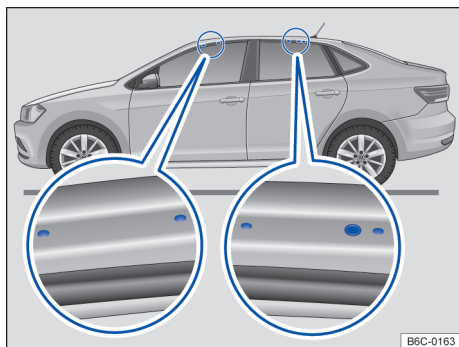

Fig. 120 Pontos de fixação dos suportes de base do bagageiro do teto (ambos os lados).
Os furos ou marcações dos pontos de fixação dos suportes de base ficam visíveis com a abertura das portas (dianteiras e traseiras) do veículo e encontram-se no lado nas vigas do teto → Fig. 120 (lupa). Os furos ou marcações para fixação atrás encontram-se no lado inferior das vigas do teto → Fig. 120 (lupa direita).
- Fixar os suportes de base somente nas marcações indicadas na figura → Fig. 120.